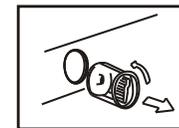

图2
- 2) 按图示逆时针旋出过滤器(如图2); 注意:在旋出时,会有少量的水流出,这是正常的。